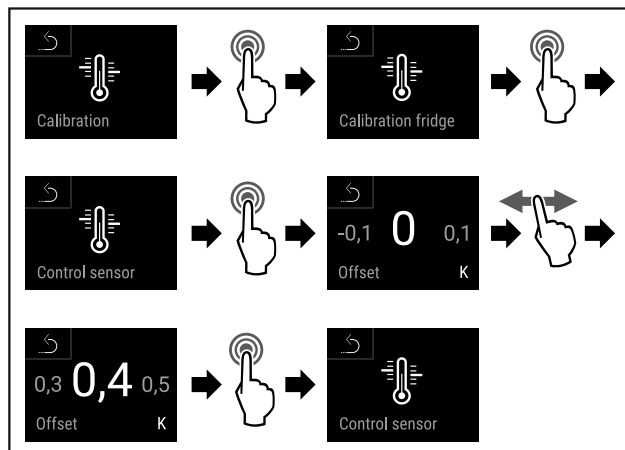

Fig. 138
- ▶ Handlungsschritte (siehe Fig. 138) durchführen.